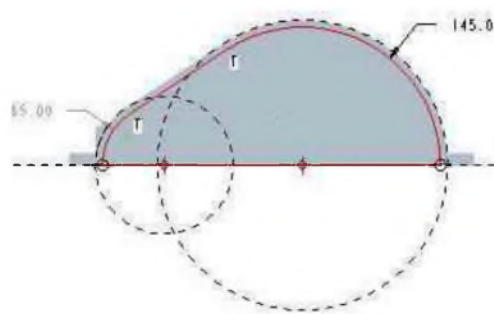

图 2-26
3) 绘制图 2-26 所示的草绘剖面，单击“草绘器”工具栏中的按钮退出草绘模式。